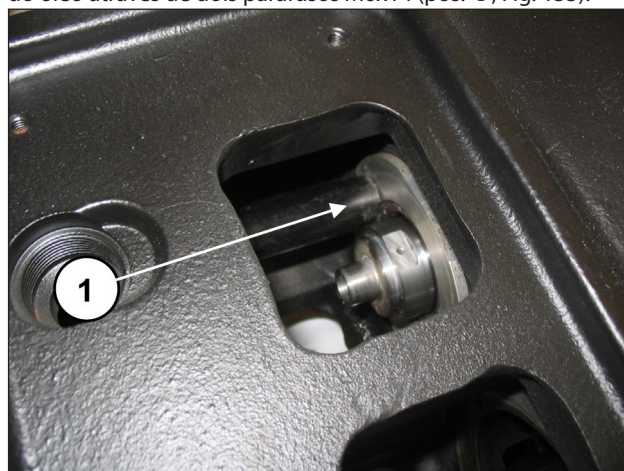
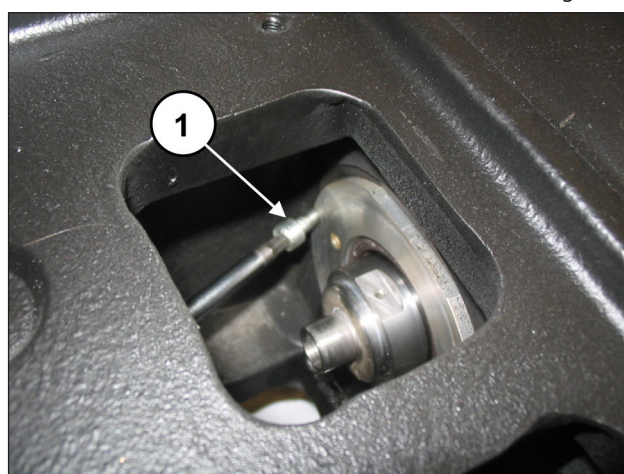

Fig. 132
Fig. 133
Certifique-se de que a cobertura entre completamente no local (pos. ①, Fig. 132), prestando atenção para não danificar a borda da vedação do óleo. Aperte as coberturas da vedação do óleo através de dois parafusos M6x14 (pos. ①, Fig. 133).